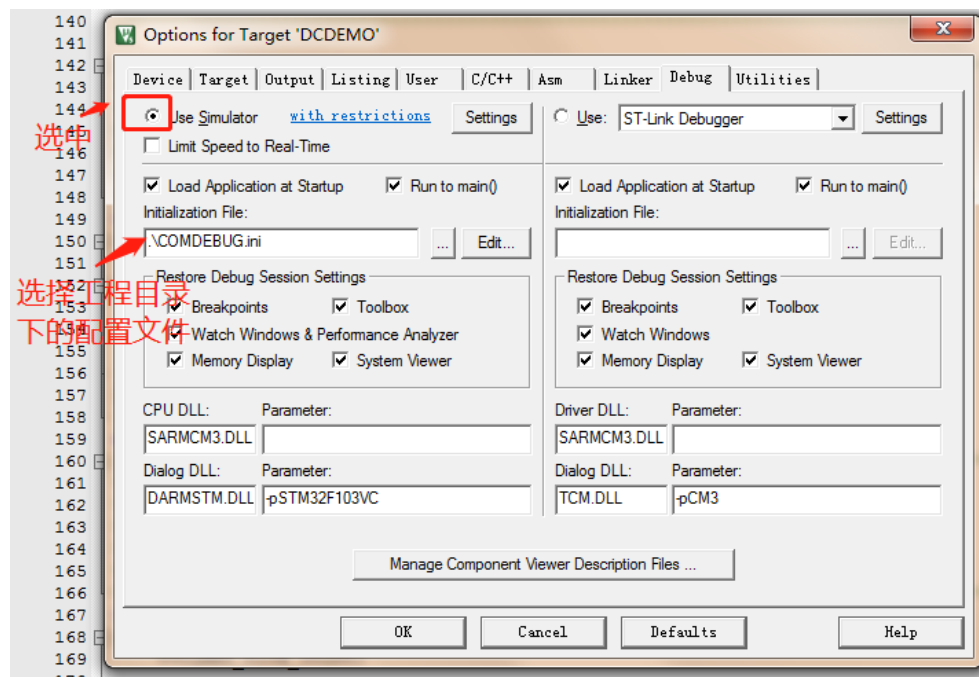

图 4-9 Debug 配置
- 在【Debug】配置中选中左侧“Use Simulator”，并将把工程目录中 COMDEBUG.ini 配置文件添加到“Initialization File”中，如图 4-9 所示；